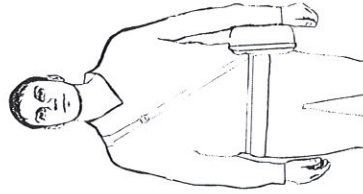

Рисунок 4 – ПДУ-5П в походном положении
2.2.2 ПДУ-5П следует носить через плечо, на боку (или за спиной) (рисунок 4).